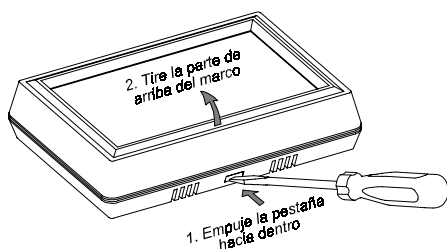

Figura 2. Apertura del DL-125C
- A. Introduzca un destornillador en la ranura que hay en el medio de la parte inferior de la base, empujando la pestaña flexible ligeramente hacia dentro. Simultáneamente, tire de la parte de arriba del marco hasta que se suelte de la parte de abajo por un lado. Quite esta parte, separándola de la de abajo liberando otras dos pestañas que la mantienen sujeta (ver figura 2).